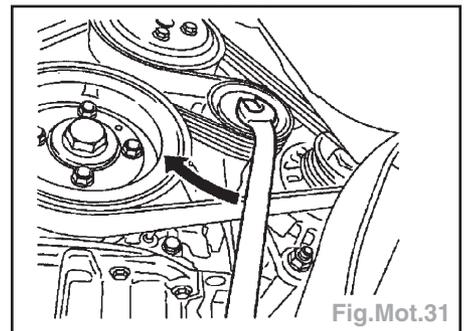

Fig.Mot.31
- la courroie d'accessoires en tendant le dispositif avec l'outil KM913 (repérer le sens de rotation) (Fig.Mot.31),